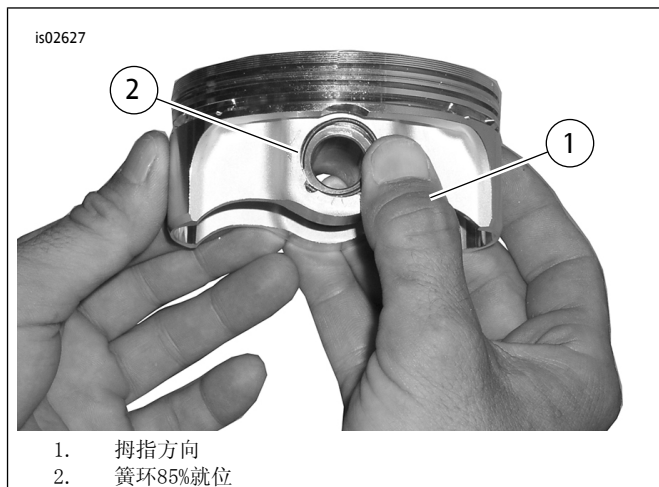

图4。安装簧环
2. 参见图4。按照图示定位您的拇指(1)。用力按压,直至大约85%的簧环(2)在槽中就位。